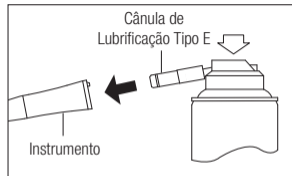

Fig. 7
- 2) Introduza o bico de pulverização na parte posterior do instrumento. Segure o instrumento e lubrifique durante aproximadamente 2 a 3 segundos. Aplique lubrificante até sair pela cabeça do instrumento durante pelo menos 2 segundos (Fig. 7).
- 3) Lubrifique o contra ângulo com NSK PANA SPRAY Plus (Fig. 7) ou com um sistema de limpeza e lubrificação de contra ângulo automático.